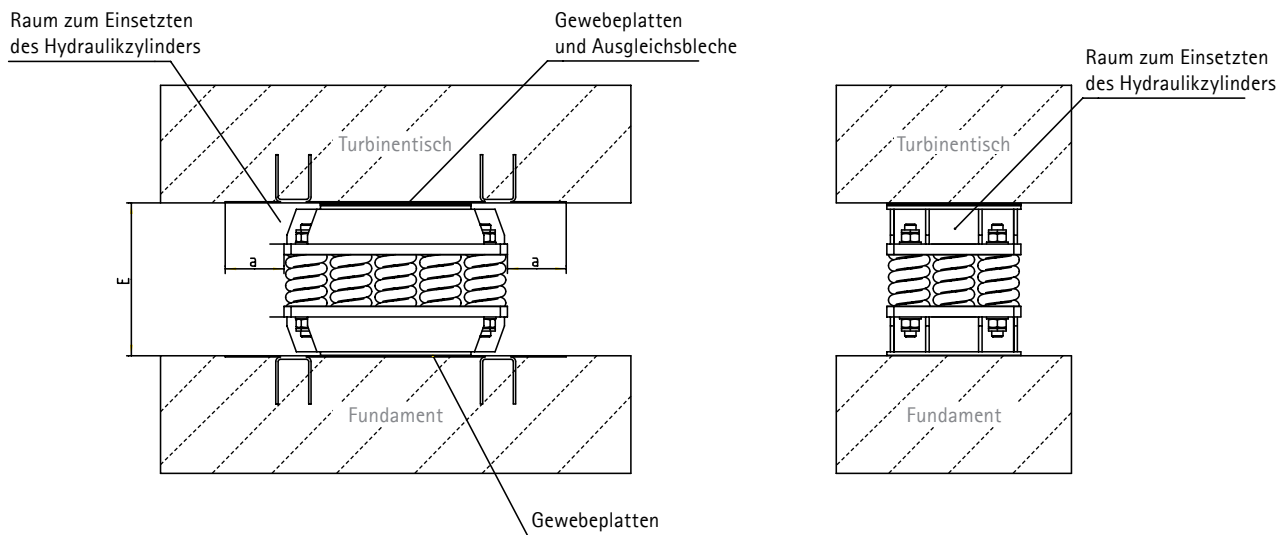

Abb. 5: Installierte Federelemente
Das Montage- und Installationsverfahren variiert je nach zu installierender Maschine. Das Ziel die Schwingungsisolierung zu gewähren ist jedoch dasselbe. Abbildung 5 zeigt die endgültige Anordnung des eingebauten Federelements zwischen Fundament bzw. Säule und dem Maschinen- bzw. Turbinentisch.
Die Federelemente werden standardmäßig im vorgespannten Zustand auf Höhe (E) eingebaut und nach der Installation aller lastrelevanten Hauptbaugruppen (Turbine, Generator, Getriebe usw.) entspannt und ausgerichtet. Dazu werden die Federelemente von mindestens zwei Hydraulikzylindern komprimiert; siehe Abb. 5. Neben den Federelementen muss ausreichend Platz (a) sein, um die Hydraulikzylinder entsprechend anbringen zu können.